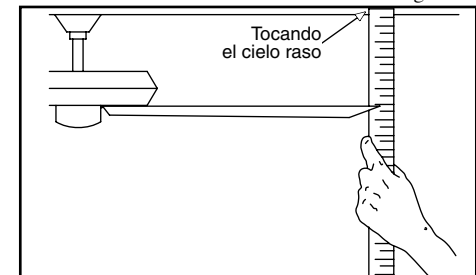

Figura 12
2. La mayoría de los problemas de oscilación del ventilador se deben a que las aspas no están al mismo nivel. Verifica este nivel seleccionando un punto en el cielo raso sobre la punta de una de las aspas. Mide desde un punto en el centro de cada asa al punto en el techo. Mide esta distancia como se muestra en la Figura 12. Gira el ventilador hasta que la siguiente asa quede en posición para medir. Repite el procedimiento para cada asa. Las desviaciones de la medición no deben pasar de 1/8" (3.2 mm). Deja que el ventilador funcione por 10 minutos.